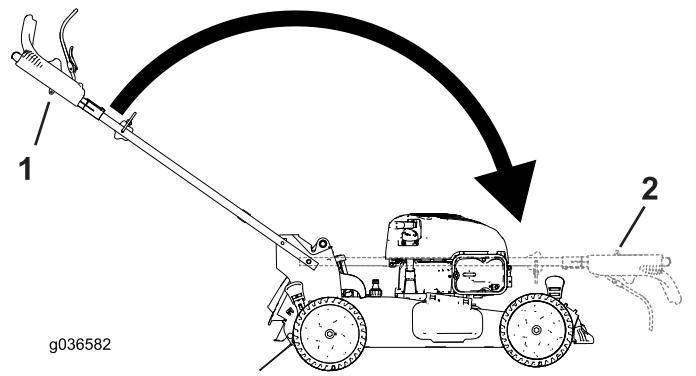

Bild 27
2. Klappen Sie den Holm zusammen, indem Sie ihn nach vorne drehen (Bild 27).